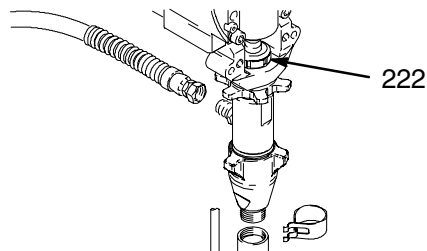

Fig. 11
1. Renspola pumpen. Avlasta trycket. Fig. 11. Kör pumpen tills kolvstången (222) kommer i sitt nedersta läge.
2. Fig. 11. Ta bort sugrör och slang.